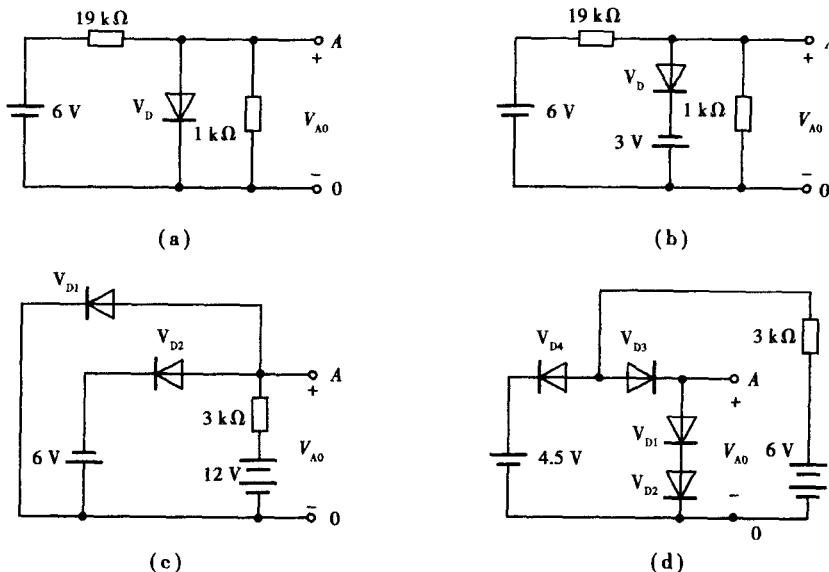

图 1.11
1.13 判断图 1.11 电路中各二极管是否导通, 并求 A、0 两端的电压值。设二极管正向压降为 0.7 V。